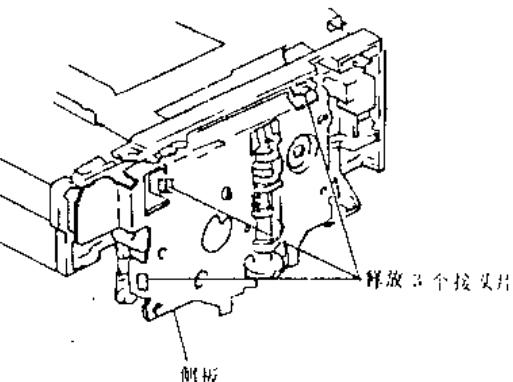

图 1-20
(1) 拆卸侧板
步骤: ①释放将装载齿轮连接于侧板上的 3 个接头片, 如图 1-20 所示。
②取下侧板。
(2) 拆卸 FL 蜗轮、门臂、大蜗轮、开关杆 A 及 B